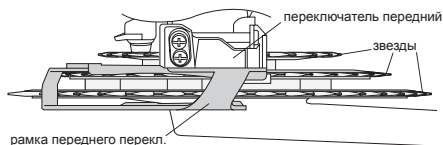

рис. 12
1. Установите передний переключатель на подседельной трубе таким образом, чтобы рамка переключателя была параллельна плоскости звезд и расстояние от внешней рамки переключателя до большой звезды составляло 2-4 мм (рис. 12), (рис. 13). Усилие затяжки фиксирующего болта – 5-8 н/м.;